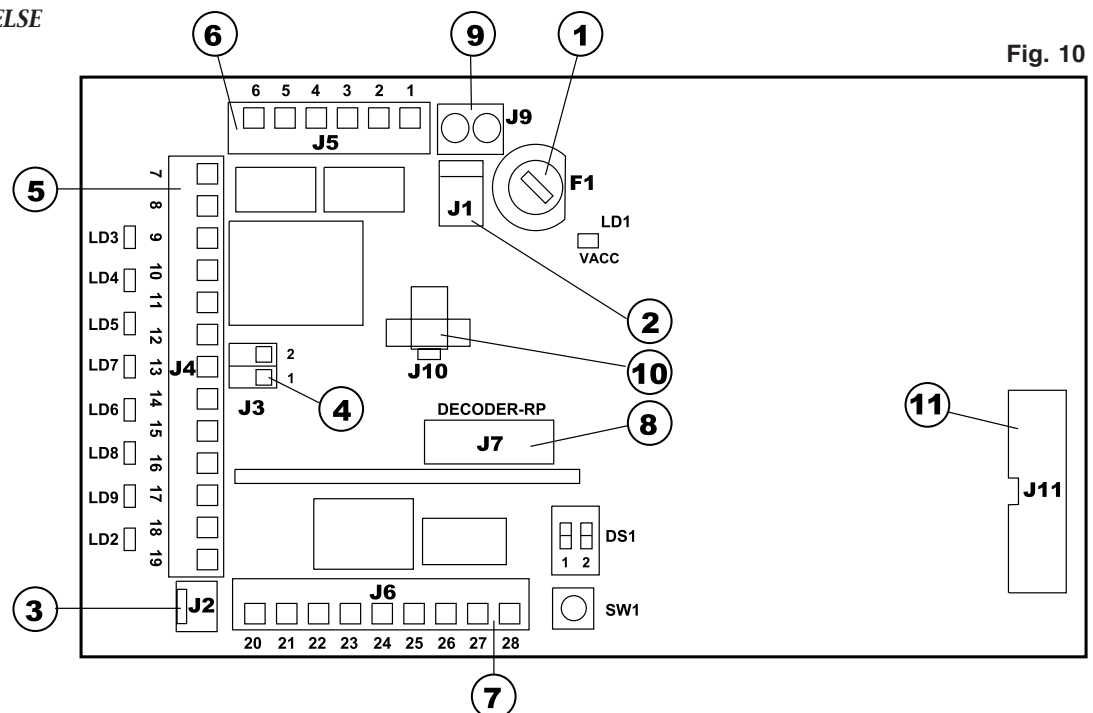

Fig. 10
- ① **Sikring F1** 1AT/230Vac-5x20.
- ② **J1 terminal** omformer sekundær vinkling – fig. 10.
- ③ **J2 terminal**
Hurtigkopling for tilkopling av RP plug-in mottakere eller Minidec/Decoder dekoderkort (Fig. 10)
J9 Terminal (Fig. 10)
Hurtigkopling for tilkopling av 40 Vdc strømtilførsel for 950 MPS elektronikk (Fig. 10)
Hurtigkopling for tilkopling av 40 Vdc strømtilførsel for 950 MPS statussignal for dør (Fig. 10)